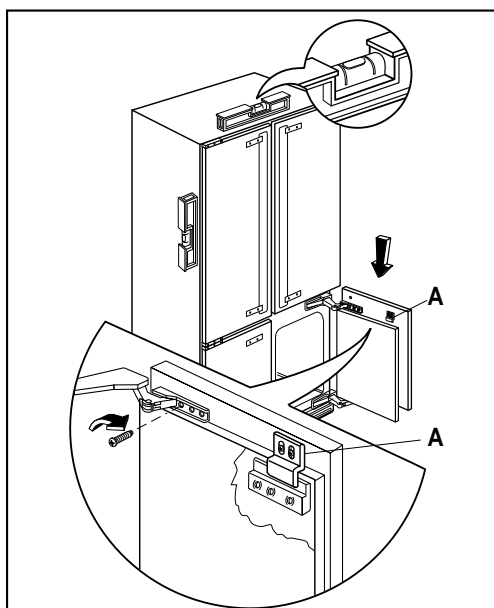

Abb. 6
- Befestigen Sie die Frontplatte mit einer Schraube im vertikalen Langloch des Scharniers (Abb. 6).